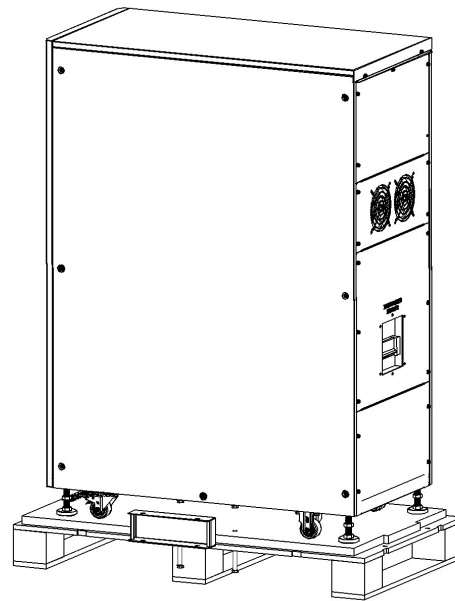

Figure 3-5
4. Dévisser les vis, puis retirer la tôle fixée à l'armoire (Figure 3-5).